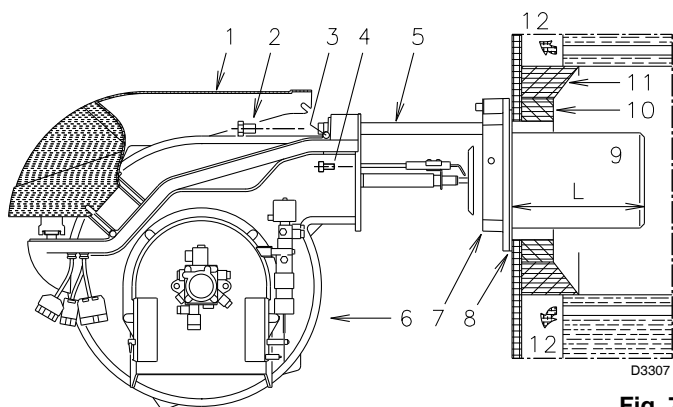

Fig. 7
5.4 Lunghezza boccaglio (Fig. 7)
Per le caldaie con il frontale raffreddato ad acqua non è necessario il rivestimento refrattario 10)-11)(Fig. 7), se non vi è espressa richiesta del costruttore della caldaia.
Effettuata questa eventuale operazione, fissare la flangia 7) (Fig. 7) alla piastra della caldaia interponendo la guarnizione 8) data a corredo. Utilizzare le 4 viti pure date a corredo dopo averne protetto la filettatura con prodotti antigrippanti (grasso per alte temperature, compounds, grafite).
- Aprire il bruciatore sulle guide come in (Fig. 7 pag. 12).